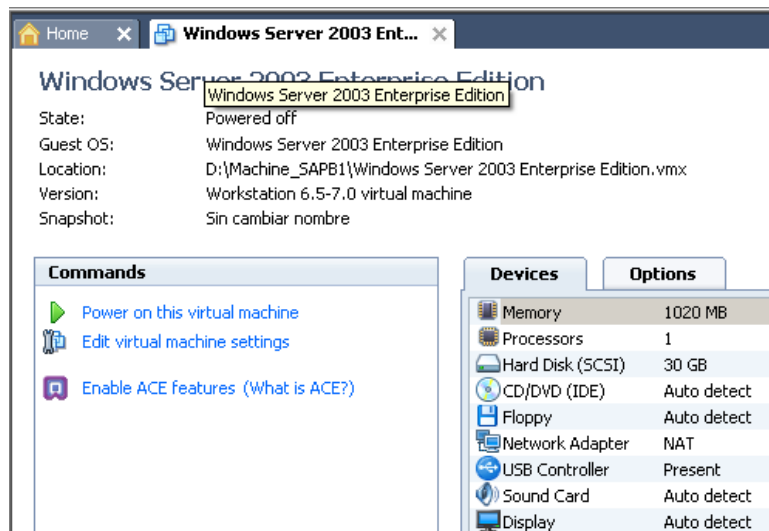

Figura 33. Abriendo máquina virtual de SAP
- Ejecute la máquina virtual, en donde está alojado el servidor SAP, ubicada en la ruta D:\SAPSVR\Machine_SAPB1; para ello inicie el programa VMWare WorkStation ubicado en el escritorio. Luego en el *Tab: File* de la interfaz de VMWare elija **Open** y seleccione la máquina virtual desde la ruta especificada anteriormente. Cuando abra la maquina deberá aparecer la siguiente interfaz con la información asociada a ella, tal como se muestra en la Figura 33.